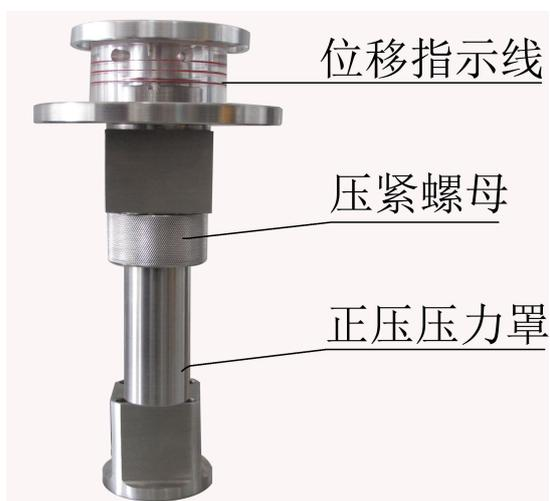

图 3
g. 如图 3 ，旋入正压压力罩，然后拧紧压紧螺母。为了方便安装，可在正压罩外围旋入部分涂抹少许黄油润滑。